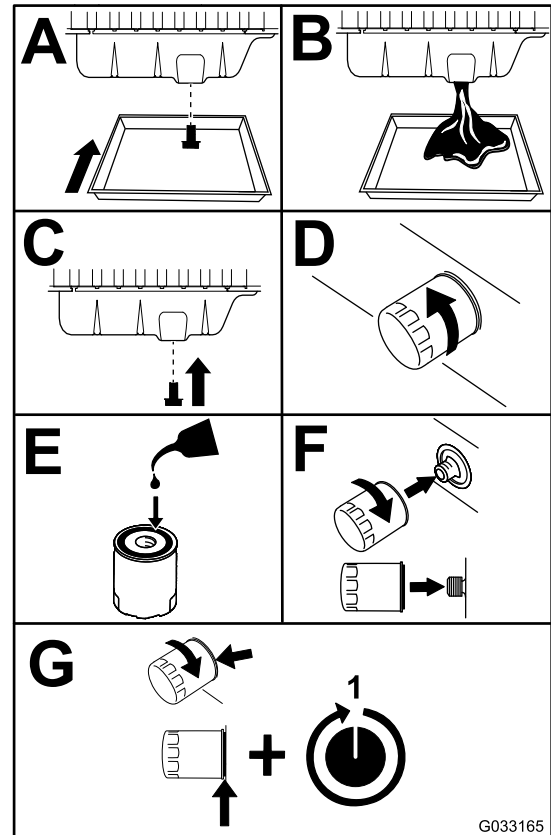

Bild 53
3. Tauschen Sie das Motoröl und den Motorölfilter aus (Bild 53).